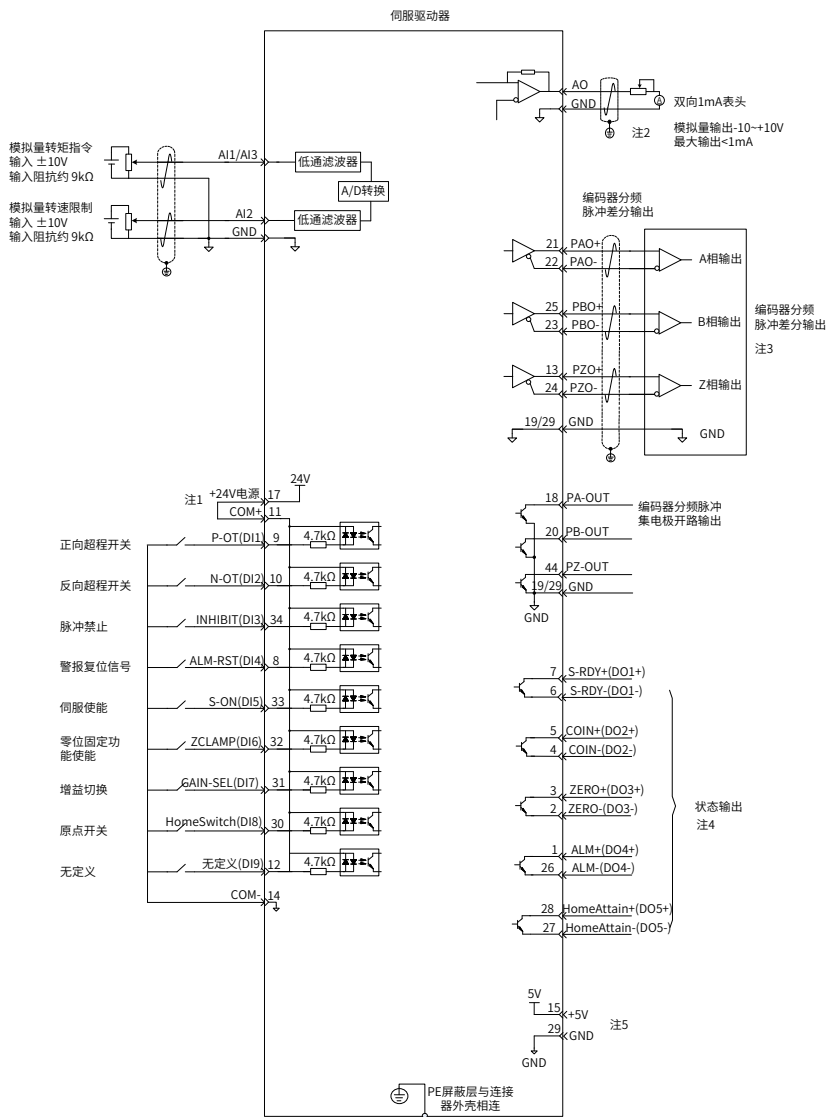

图 4-13 转矩模式配线图
- 参考图 4-13 配线说明连接 CN1 端子中必要的 DI/DO 及转矩指令来源、速度限制等信号。